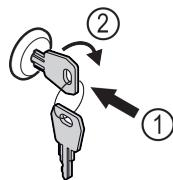

Fig. 57
- Iespiediet atslēgu Fig. 57 (1).
- Grieziet atslēgu par 90° pulksteņrādītāja virzienā Fig. 57 (2).